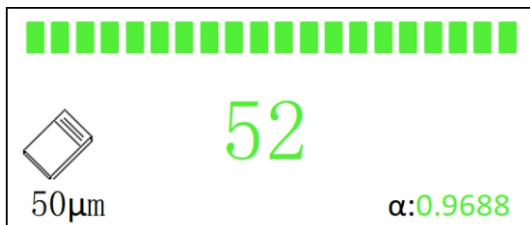

Рисунок 31. Калибровка успешно выполнена
- Прогресс-бар полностью зелёный (Рисунок 31): калибровка успешна; отображается коэффициент α . Поднимите зонд минимум на 5 см от подложки и запишите значение α ;